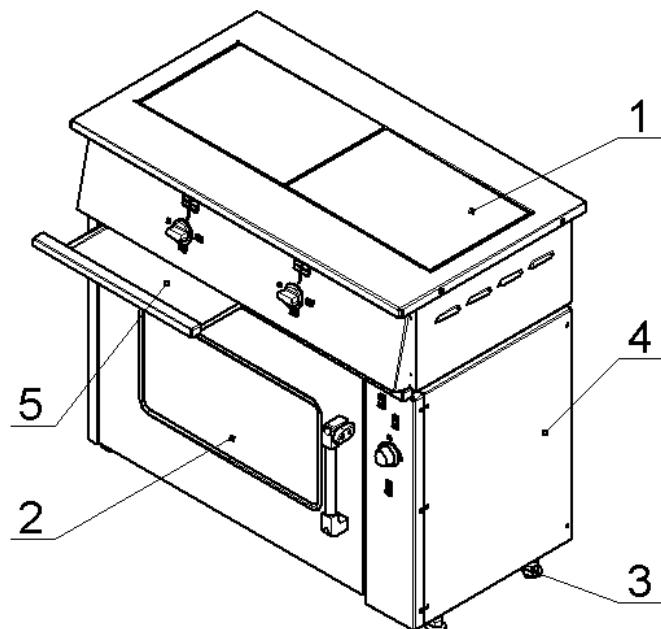
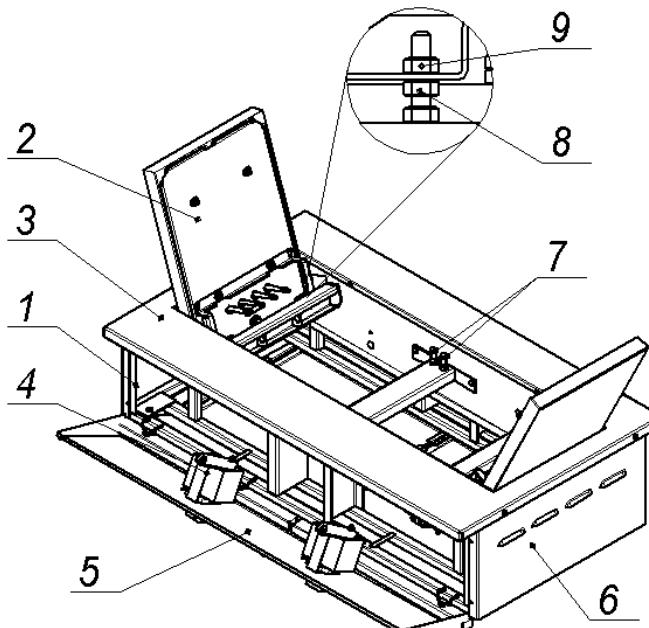
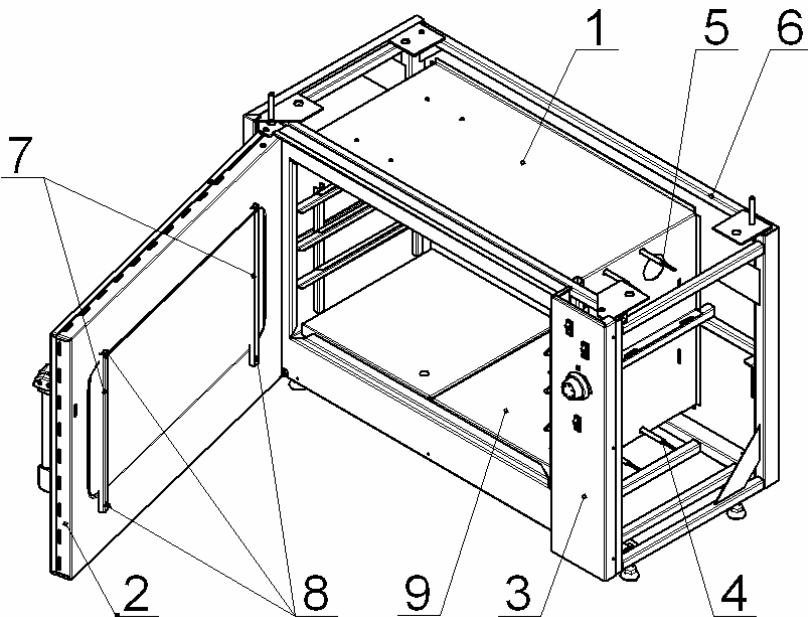
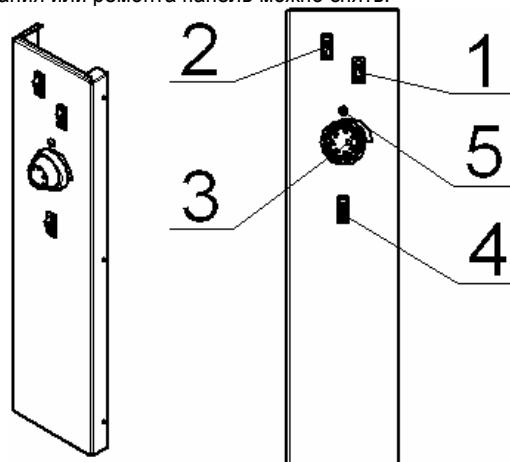

Рис.1
Рис. 2
Рис.3
Рис.4
(см. рис.1) и вывернуть винты крепления панели к каркасу плиты.
4.3 Собственно плита (рис.2) установлена на жарочный шкаф (рис.1. поз.2) и состоит из каркаса (поз.1), с закрепленными на нём конфорками (поз. 2), столом (поз.3), облицовочными (поз.6) и приборной панелью (поз.5).
4.3.3 Для обслуживания и санитарной уборки, плита оборудована (см. рис.1) выдвижными поддонами (поз.5), так же обеспечен (см. рис.2) свободный доступ к внутренним поверхностям плиты:
4.4 Жарочный шкаф состоит из тепловой (рабочей) камеры (рис.3 поз.1), захватываемой дверкой (рис.3, поз.2) и панели управления (рис.3, поз.3).
- Снять панель управления (рис.3, поз.3) или снять правую облицовочную панель (рис.1,поз.4);
- Снять панель управления (рис.3, поз.3) или правую облицовочную панель (рис.1,поз.4);
4.5 Приборы управления и светосигнальная арматура размещены (рис.4) на панели управления (рис.3 поз.3), которая расположена с правой стороны шкафа.
4.5.1 Включение и выключение верхнего и нижнего ТЭНов осуществляется соответствующими переключателями (рис.4, поз.1 и 2)
Установка и автоматическое поддерживание необходимой температуры (от 50 до 300°C) в камере осуществляется терморегулятором (рис.4, поз.3).
Терморегулятор снабжён сигнальной лампой (рис.4, поз.5).
- эксплуатировать плиту без выдвижных поддононов (рис.2, поз.5);
- Снять панель управления (рис.3, поз.3) или снять правую облицовочную панель (рис.1, поз.4);
- Открыть дверку и вынуть из камеры подовые короба (рис.3, поз.9);
7.4 Установите (по часовой стрелке) лимбом терморегулятора (рис.4, поз.3) температуру в камере шкафа, предусмотренную технологией приготовления продукта (должна загореться сигнальная лампа рис.4. поз.5).
7.5 Включите переключателями (рис.4, поз.1 и 2) нижний и (или) верхний ТЭНЫ.
7.7 Для визуального контроля состояния приготавливаемых в камере продуктов, при закрытой дверке, включите клавишей (рис.4, поз.4) лампу подсветки камеры.